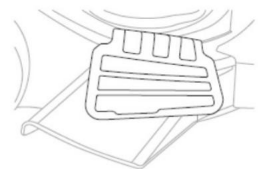

Fig. 9C
5. Abaissez le volet latéral de manière à ce qu'il repose sur le canal d'évacuation latéral. (Fig. 9C)